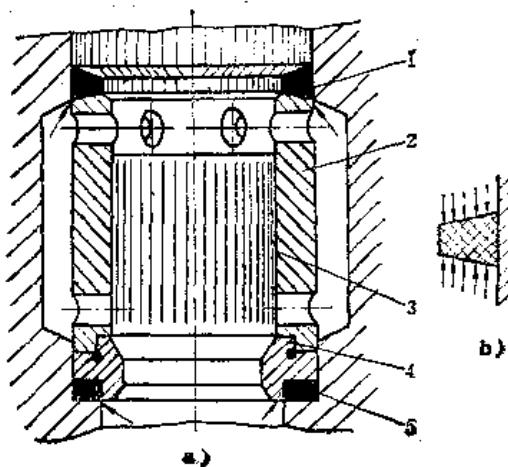

图6-1-25 针阀的密封装置
2) 锥阀 锥阀是900型压铸机中使用最多的一种(图6-1-25)。要保证其不泄漏，必须做到下
要保证阀不泄漏，必须使用塑性良好并具有合适弹性的塑料、尼龙橡胶或橡胶制成的密封圈。其截面呈梯形，当受到上、下压力的挤压时，其外圆就紧紧地贴合在缸的内壁（图6-1-25 b）达到密封防漏的作用。因此对这种密封圈的外圆和上下两端，应该是平整光滑且无划伤。